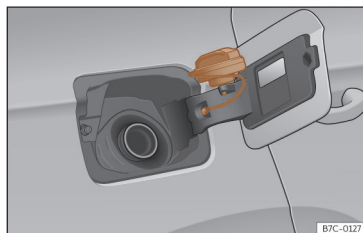

Fig. 176 Tampa do depósito com o tampão encaixado.
• Coloque-a no espaço existente na dobradiça da tampa aberta >>> **Fig. 176.**